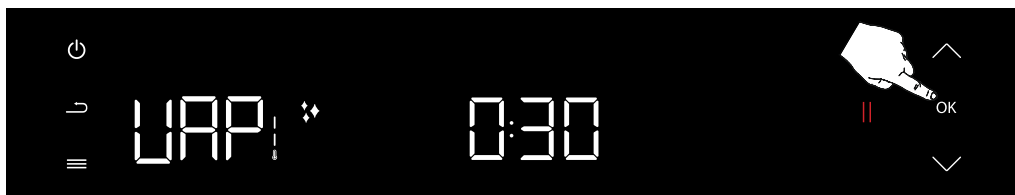

Abbildung 32
Drücken Sie die Bestätigungstaste (OK) einmal, um die Auswahl der Dampfreinigungsfunktion zu bestätigen. (siehe Abbildung 32)